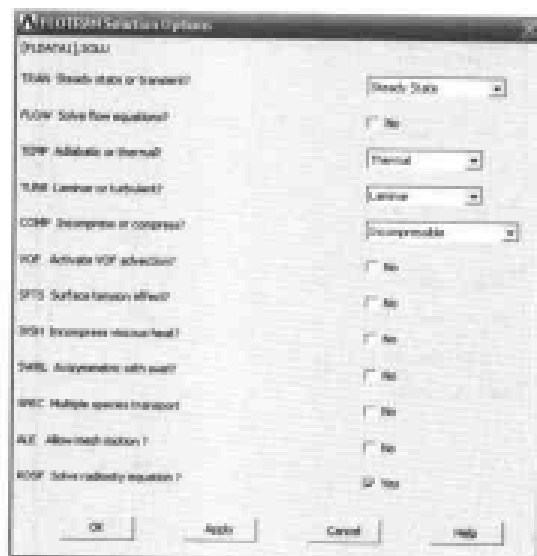

图 14-23 求解设置对话框
(8) 选择 Main Menu | Solution | FLOTRAN Set Up | Solution Options 命令, 出现 FLOTRAN Solution Options 对话框, 参照图 14-23 对其进行设置, 单击 OK 按钮关闭该对话框。